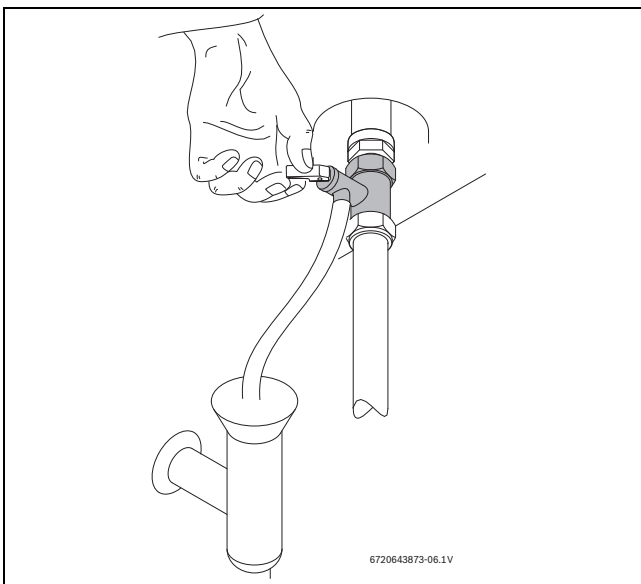

Fig. 11 Accionamento manual da válvula de segurança
- ▶ Abrir a válvula de segurança (Fig. 11).
- ▶ Abrir manualmente a válvula de segurança pelo menos uma vez por mês (→ Fig. 11).